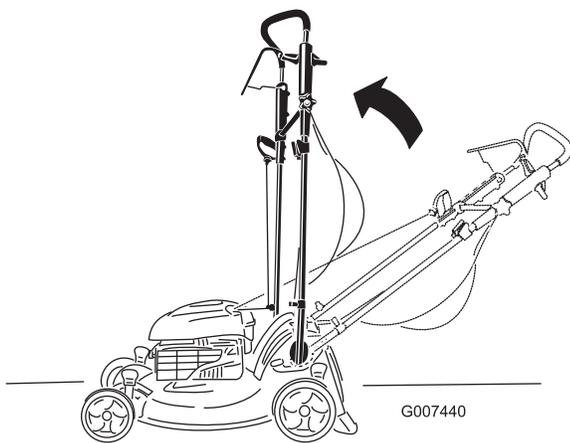

Figura 54
2. Spostate la stegola in posizione verticale (Figura 54).